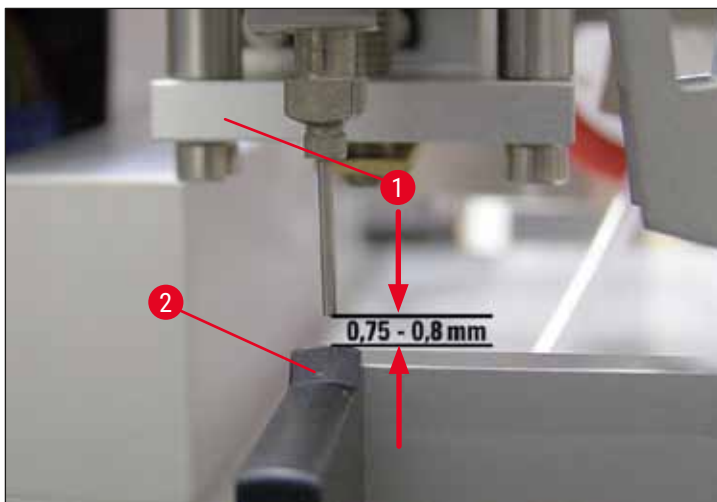

Fig. 16
8. Une inspection visuelle par l'avant permet de contrôler à nouveau la hauteur réglée de l'aiguille du distributeur (→ Fig. 16).